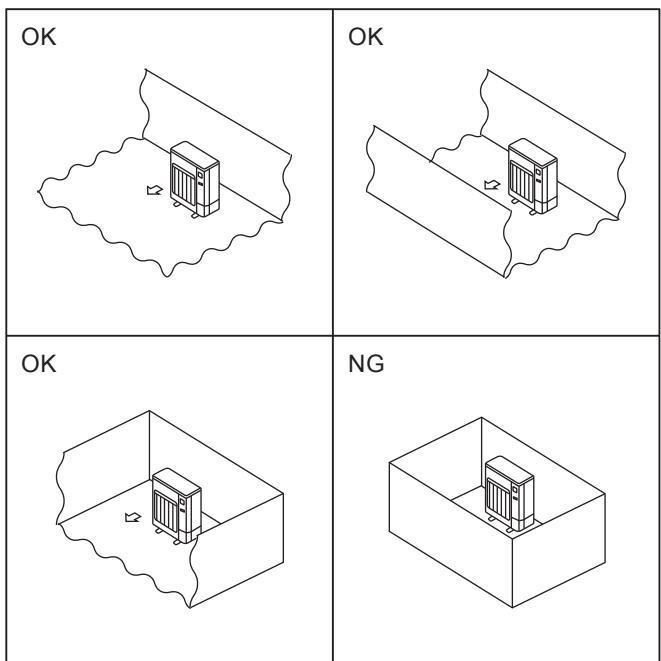

Fig. 2-2
- Installera utomhusenheter på en tillräckligt stor plats där minst en av de fyra sidorna är öppen och det inte finns några nedskräckningar. (Fig. 2-2)